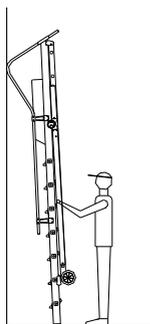

Fig.43
- (fig. 43) sollevare la scala e poggiarla a parete con il tronco di salita rivolto verso la parete